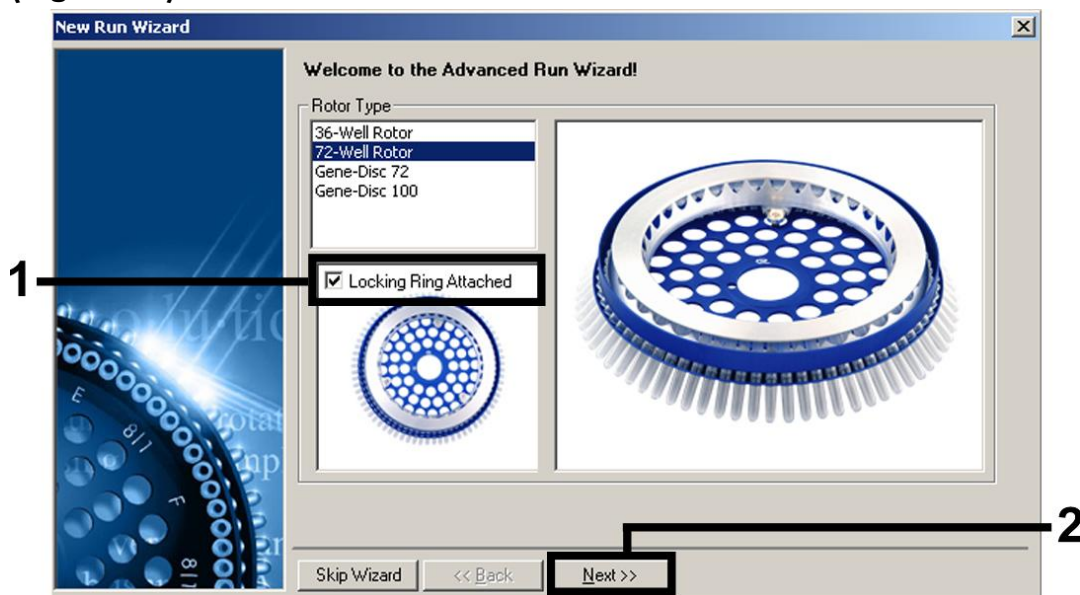

Figura 1. Cuadro de diálogo “New Run Wizard”.
6. En primer lugar, abra el cuadro de diálogo “New Run Wizard” (Asistente para nueva serie) (figura 1). Marque la casilla “Locking Ring Attached” (Anillo de bloqueo acoplado) y haga clic en “Next” (Siguiente).